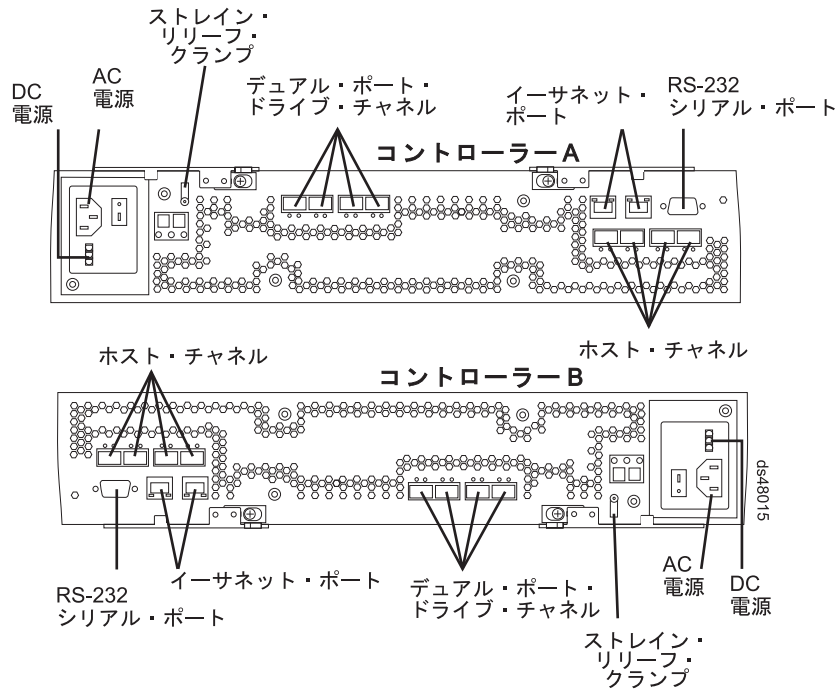

図 88. 各コントローラーの背面にあるコネクター
7. SFP モジュールを含め、障害のあるコントローラーから、接続されているインターフェース・ケーブルをすべて取り外します。各ケーブルを新しいコントローラーに正しく再接続できるように、必ず、ラベルを貼り付けてください。図 88 に、コントローラーの背面にあるコネクターの位置を示します。